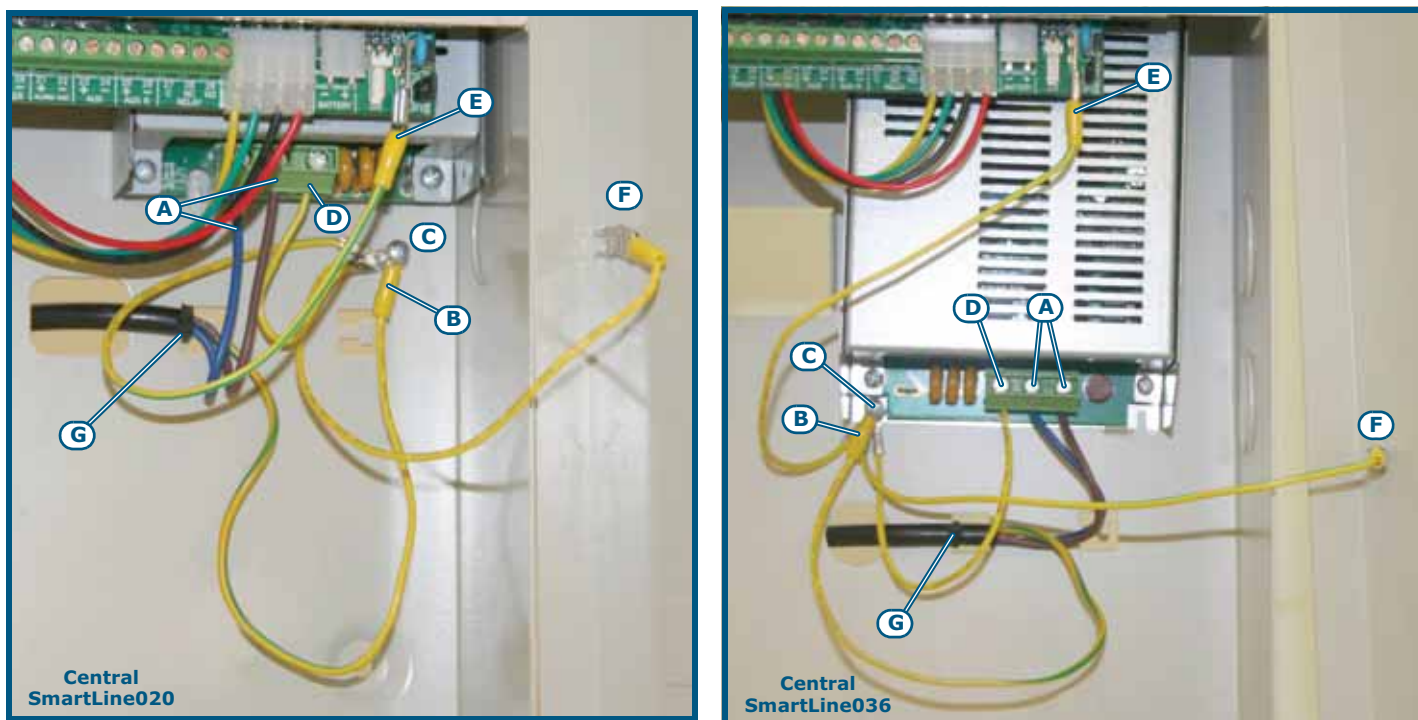

Figura 32 - Conexión de tierra
- Conectar la alimentación de red a los terminales del módulo alimentador (*Figura 6 - Alimentadores switching, [A]* y *Figura 32 - Conexión de tierra, [A]*).